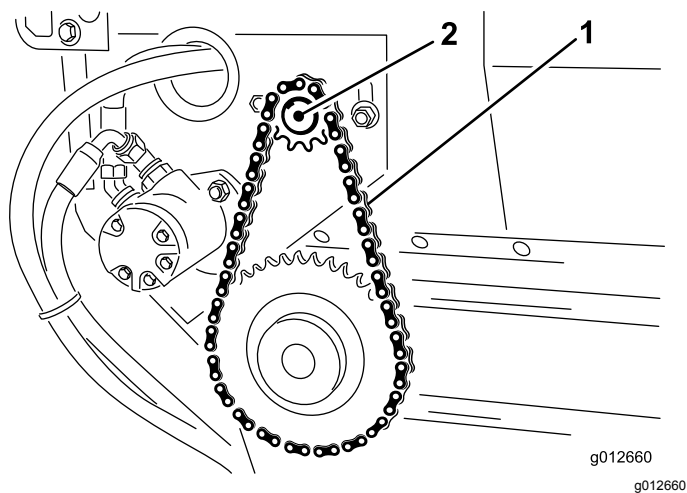

Figura 24
3. Afloje los pernos y las tuercas que fijan el conjunto de piñón y motor al bastidor principal (Figura 24).
4. Gire el conjunto de motor y piñón (Figura 24) en las ranuras de montaje hasta que la cadena de la cinta transportadora se desvíe 3,2 mm.
5. Apriete los pernos de montaje (Figura 24).